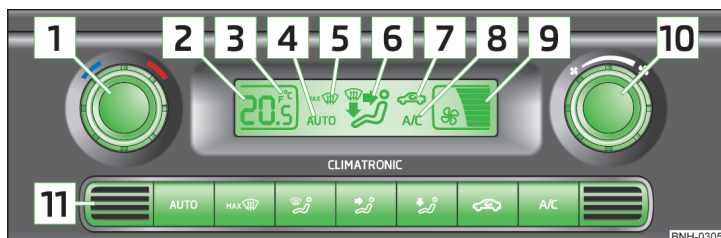

Abb. 93 Bedienelemente der Climatronic
Zum **Einschalten** die Symboltaste drücken. Im Display wird das Symbol (Pos. **7** » Abb. 93 auf Seite 91) angezeigt.
» Abb. 93
Der eingestellte Temperaturwert wird im Display (Pos. **2** » Abb. 93) angezeigt.
Im Display erscheinen die Angaben in der gewünschten Temperatur-Maßeinheit (Pos. **3** » Abb. 93).
Die eingestellte Gebläsedrehzahl wird durch die Anzeige der jeweiligen Anzahl von Segmenten (Pos. 9 » Abb. 93) im Display dargestellt.
Zum **Einschalten** die Taste **AUTO** drücken. Im Display wird **AUTO** (Pos. 4 » Abb. 93) angezeigt.
- Den Innenraumtemperatursensor 11 » Abb. 93 nicht überkleben oder überdecken, sonst könnte die Climatronic ungünstig beeinflusst werden.